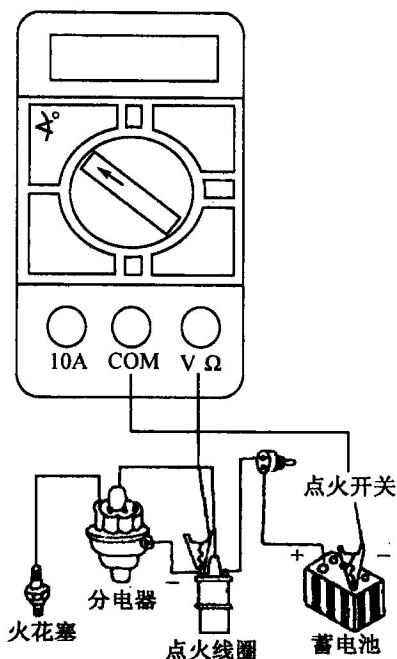

图2-2-5 闭合角的测量
a. 将黑表笔 (BLACK) 插入COM插孔, 红表笔 (RED) 插入WRY插孔 (如图2-2-5所示)。
(6) 转速 (r/min)